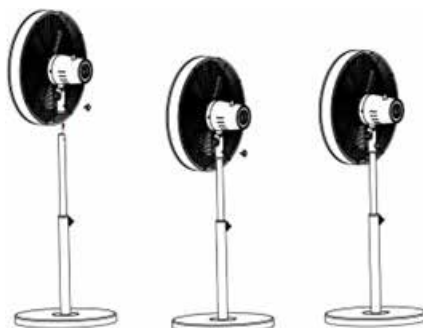

afb. 1
5. Verwijder de schroef van de sokkelbevestiging nr. 10 en de onderlegring nr. 9 van de onderkant van de buitenste buis nr. 7 (afb. 1).
6. Steek de buitenste buis in de sokkel nr. 8 (de nok van de standbuis moet in de uitsparing in de sokkel uitkomen, afb. 1) en draai beide om terwijl u de buitenste buis vasthoudt.